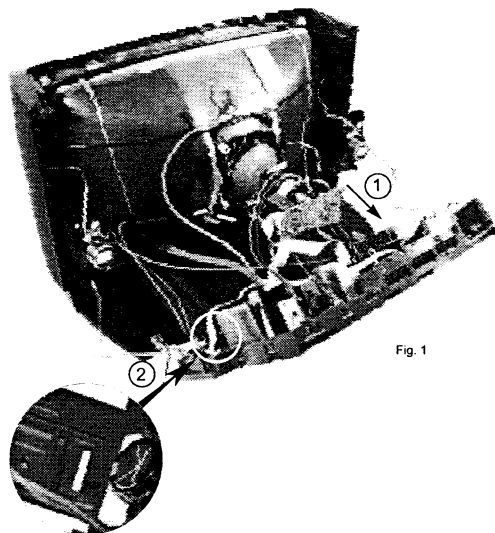

Fig. 1
- 1- Raise lightly the chassis, pull it (1) up to an intermediate position to get free.
- 2- Tip the chassis and insert the small tongue (2) in extremity of the maintain rail to fix the chassis in service position (Fig.1).
- 1- Soulever légèrement le châssis et le tirer (1) jusqu'à une position intermédiaire pour le dégager.
- 2- Basculer le châssis et engager les languettes (2) en extrémité des réglettes de maintien pour fixer le châssis en position de service (Fig.1).
- 2- Kippen Sie das Chassis und hängen es mit den Laschen (2) am Chassisrahmen in die sich am Ende der Führungsschienen befindlichen Ösen (Fig.1) ein.
- 1- Sollevare leggermente il telaio e tirarlo (1) fino ad una posizione intermedia per poterlo estrarre.
- 2- Inclinare e inserire le linguette (2) nelle apposite guide per mantenere il telaio fisso nella posizione service(Fig.1)
- 1- Alzar ligeramente el chasis, y dejarlo en una posición intermedia (1)
- 2- Bascular el chasis e insertar las lengüetas (2) en los extremos, para mantener el chasis fijo en la posición de servicio (Fig. 1).